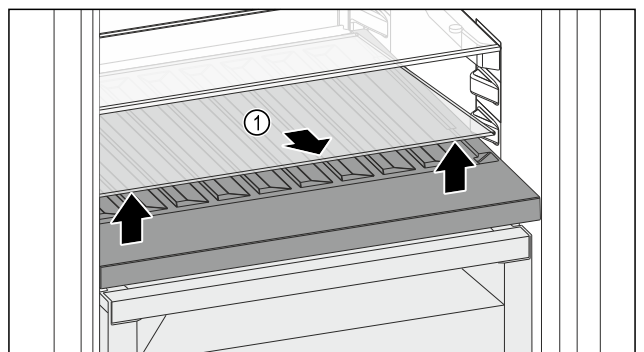

Fig. 98
- Sollevare il ripiano di vetro Fig. 98 (1) dall'incavo anteriore e rimuoverlo.
- Conservare il ripiano di vetro Fig. 98 (1) fuori dall'apparecchio in un luogo sicuro.